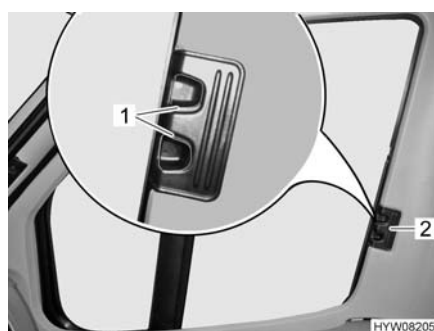

Fig. 45 Tendina oscurante pieghevole (finestrino del conducente/passeggero)
- Comprimere le levette di bloccaggio (Fig. 45,1) e mantenerle in questa posizione.
- Con la levetta (Fig. 45,2) tirare le tendine oscuranti pieghevoli per il finestrino del guidatore e del passeggero verso l'altro lato della finestra e congiungerle alle strisce magnetiche.
- Inserire fino all'arresto le tendine oscuranti pieghevoli per il finestrino del guidatore e del passeggero per la maniglia (Fig. 45,2).
- Rilasciare le levette di bloccaggio (Fig. 45,1) e mantenerle innestate.